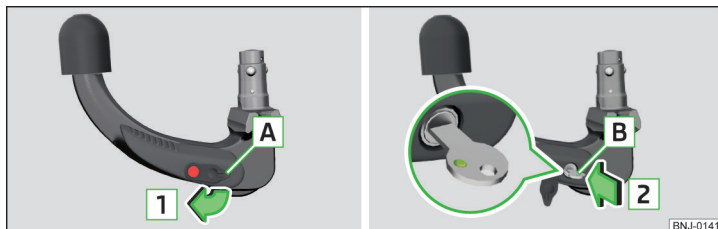

Fig. 151 Detașarea capacului de încuietoare/Introducerea cheii în încuietoare
- Îndepărtați apărătoarea **A** de pe încuietoare, în sensul săgeții **1** » fig. 151.